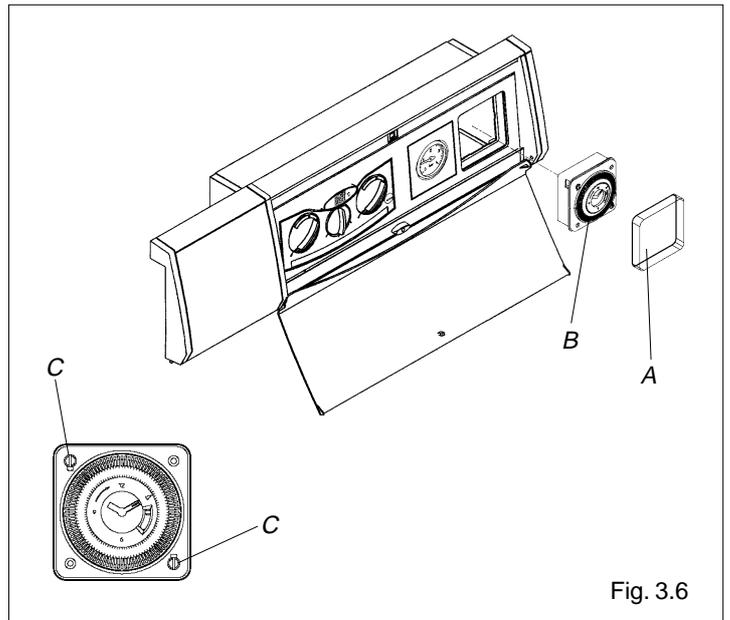
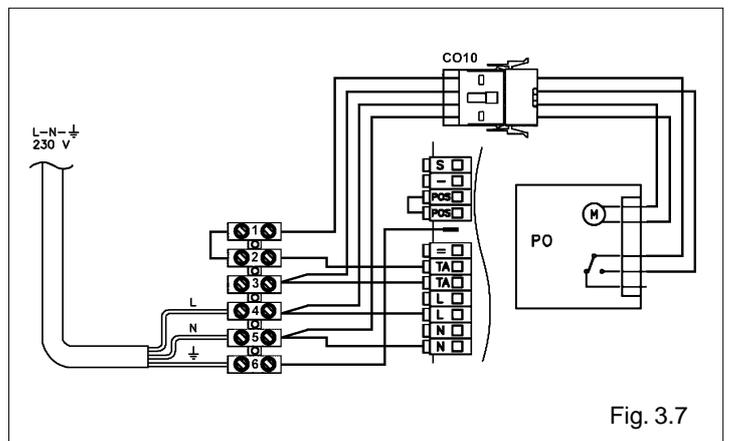

Fig. 3.6
Fig. 3.7
- quitar la tapa de protección (A) del programador horario (3.6)
- aflojar los dos tornillos (C) de fijación del programador horario (fig. 3.6)
- introducir el programador horario en la correspondiente sede del cuadro de mandos y fijarlo mediante los tornillos (C) (fig. 3.6)
- conectar los cables eléctricos a los correspondientes bornes de la manera ilustrada en los esquemas (fig. 3.7 - 3.8)
- conectar el programador horario acoplando el conector macho al correspondiente conector hembra presente en el interior del cuadro de mandos (CO10) (fig. 3.7 - 3.8).
⚠ Si se prevé el montaje del programador horario sin el termostato ambiente desplazar el puente desde los bornes 2-3 hasta los bornes 1-2 (fig. 3.7).
La conexión de la caldera **APNS** a la alimentación del gas, tanto metano como GPL, tiene que efectuarse en conformidad con las normas de instalación vigentes (fig. 3.6 y fig. 3.7).